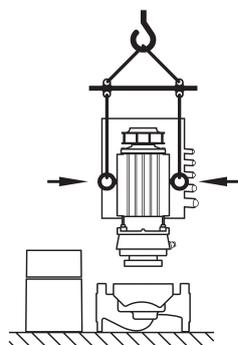

Fig. 25: Transport af indstikssættet
- Flyttes eller er transportringene flyttet fra motorflangen og monteret på motorhuset, så må de kun anvendes til at løfte og transportere indstikssættet (Fig. 25) og ikke til transport af hele pumpen og heller ikke til at skille indstikssættet fra pumpehuset (vær opmærksom på den tidligere afmontering og efterfølgende montering af afstandsholderne).